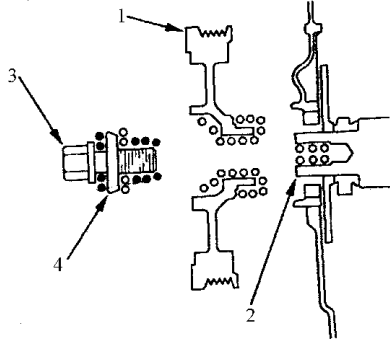

图 2-70 清洁与润滑部位
1) 清洗曲轴带轮、曲轴、螺栓及垫圈, 按图 2-70 所示进行润滑。